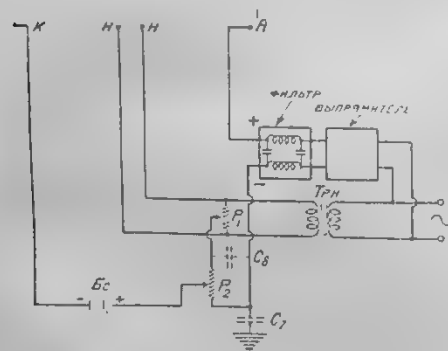

Рис. 8. Получение дополнительного напряжения на сетку от сети переменного тока.
В этом случае (рис. 8) минус выпрямителя включается на движок потенциометра не непосредственно, а через другой потенциометр (Р₂), сопротивление которого берется до 3.000—5.000 омов. При этом на концах потенциометра (Р₂) создается некоторая разность потенциалов, обуславливаемая сопротивлениями ламп, нагрузками анодных цепей и сопротивлением потенциометра, при чем на движке потенциометра Р₁ напряжение будет менее отрицательно, чем на минусе выпрямителя. Перемещая движок потенциометра (Р₂), мы задаем на сетки ламп больший или меньший отрицательный потенциал. При этом мы убавляем еще второго зайдя, при этой схеме сглаживаются пульсации анодного тока, так как благодаря такому способу задания напряжения на сетку вместе с первичическим возраставшем (1) и уменьшением (2) положительного напряжения на анод (пульсации выпрямителя), вызывают возрастание (1) и уменьшение (2) анодного тока; одновременно происходит первичическое возраставание (1) и уменьшение (2) сеточного отрицательного напряжения (те же пульсации напряжения), влекущие за собой уменьшение (1) и возраставание (2) анодного тока. В результате действие колебаний анодного напряжения на анод вынужден компенсируется действием колебаний сеточного напряжения и пульсаций анодного тока уменьшаются. Схема очень интересная, но, к сожалению, в наших условиях трудно осуществимая, так как потенциометров в 3.000—5.000 омов у нас в продаже нет. Изготовить самому такой потенциометр—задача тоже не легкая.
(рис. 8). Действие схемы 9 аналогично действию схемы 8. Преимущества те, что здесь можно поставить реостат с плавной регулировкой, например, в 500 омов (взять покупной потенциометр и использовать средний и один крайний зажим) и последовательно с ним включать ряд других сопротивлений по 500 омов. В результате можно получить плавное изменение сопротивления на большом диапазоне.
В случае двухкаскадного усилителя рекомендуется все эти манипуляции проделать сначала с первым каскадом, включив контрольный телефон в точки (g_3 и g_4), затем вывав первые две лампы и включив телефон в аноды второго каскада (используя схему выхода на сопротивлениях) со вторым каскадом, после чего вставив все лампы и оставив телефон включенным после второго каскада, несколько подрегулируем все реостаты и потенциометры (желательно при налаживании менять лампы местами). Когда шумы, даваемые накалом, сведены до минимума, можно дать на аноды напряжение от выпрямителя. При этом регулируем сеточное напряжение, если оно дается по схеме рис. 8 или 9. Вообще же, окончательная регулировка сеточного напряжения производится во время приема до достижения наибольшей чистоты.